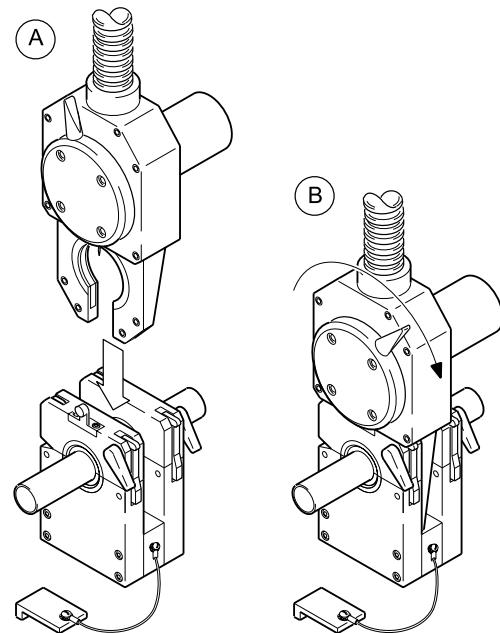

図22：ウェルド・ヘッドとフィクスチャー・ブロックを組み立てる
2. ウェルド・ヘッドをフィクスチャー・ブロックに差し込みます。図22(A)をご参照ください。
3. ロッキング・レバーを時計回りにまわしてウェルド・ヘッドを固定します。図22(B)をご参照ください。